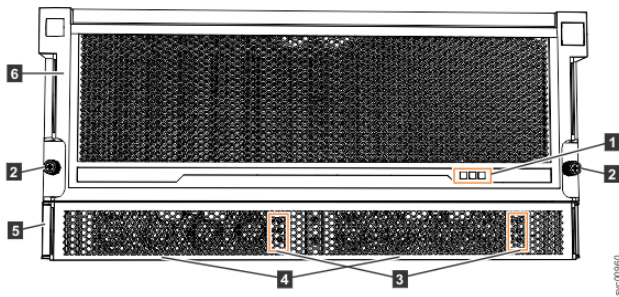

Figura 138. Recursos na parte frontal do gabinete de expansão 5U
Importante: Antes de conectar os cabos de energia à parte traseira do gabinete, sempre verifique se o gabinete de expansão está preso no rack. Se for necessário, aperte os parafusos de aperto manual na parte frontal do gabinete (2 em Figura 138 na página 125) para assegurar que a gaveta do gabinete não abra.
O gabinete de expansão 5U possui duas unidades da fonte de alimentação (PSUs) que são acessíveis na parte frontal do gabinete (4 na Figura 138 na página 125). Como a figura também mostra, as PSUs são cobertas pela fachada de 1U (5).